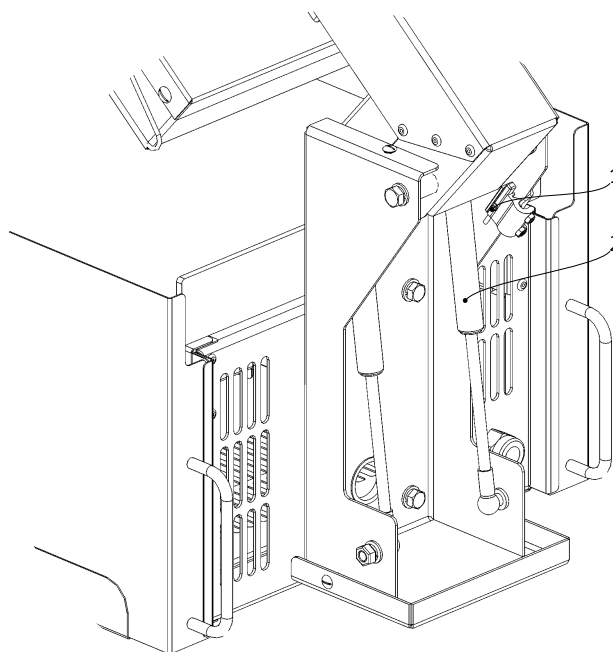

Рисунок 3
8. Снимите кожух механизма подъема крышки. Очистите пространство под кожухом, в том числе поверхности газовых пружин (2), см. Рис. 3.
9. Проверьте положение датчика положения крышки SF (1).